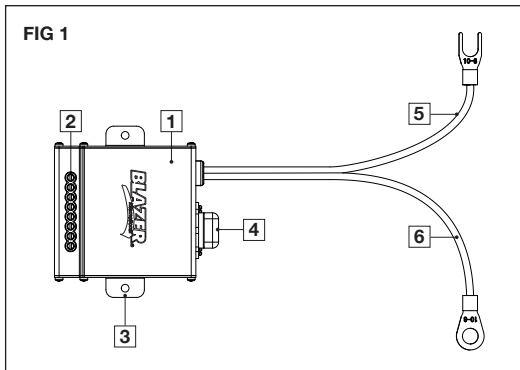

FIG 1
9. Fije las luces/equipo auxiliares siguiendo la polaridad correcta sobre las terminales y asegurándose de no exceder el amperaje máximo de los canales (amperaje indicado sobre el sistema y que está de acuerdo con el amperaje indicado sobre el control remoto para cada uno de los conjuntos de terminales). Vea **FIG 1**